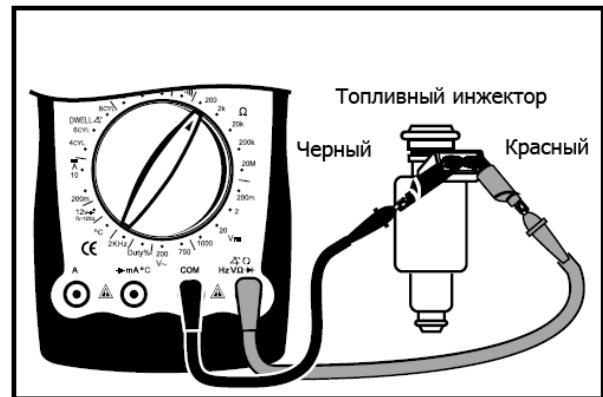

Рис. 20
(2) Тестирование сопротивления топливного инжектора (См. рис. 20)